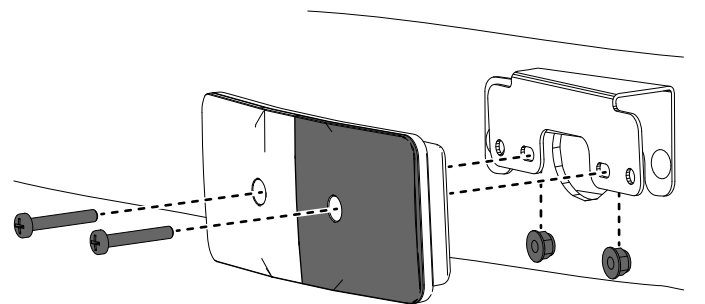

Figura 24
4. Instale las luces en los soportes usando las fijaciones retiradas en el paso 1 (Figura 24).